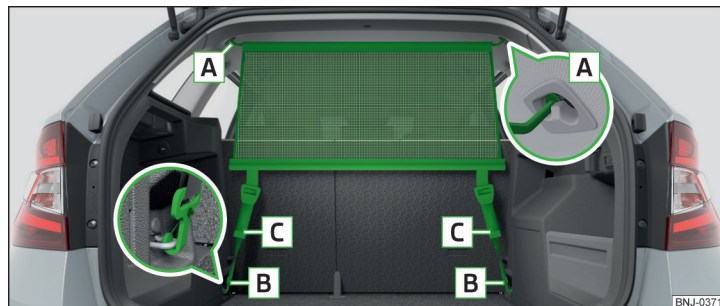

Fig. 111 Red de separación detrás de los asientos traseros
- Montar la barra transversal en el alojamiento **A** » fig. 111, primero en un lado y presione hacia delante. Introduzca de igual modo la barra transversal en el otro lado del vehículo en el alojamiento **A**.